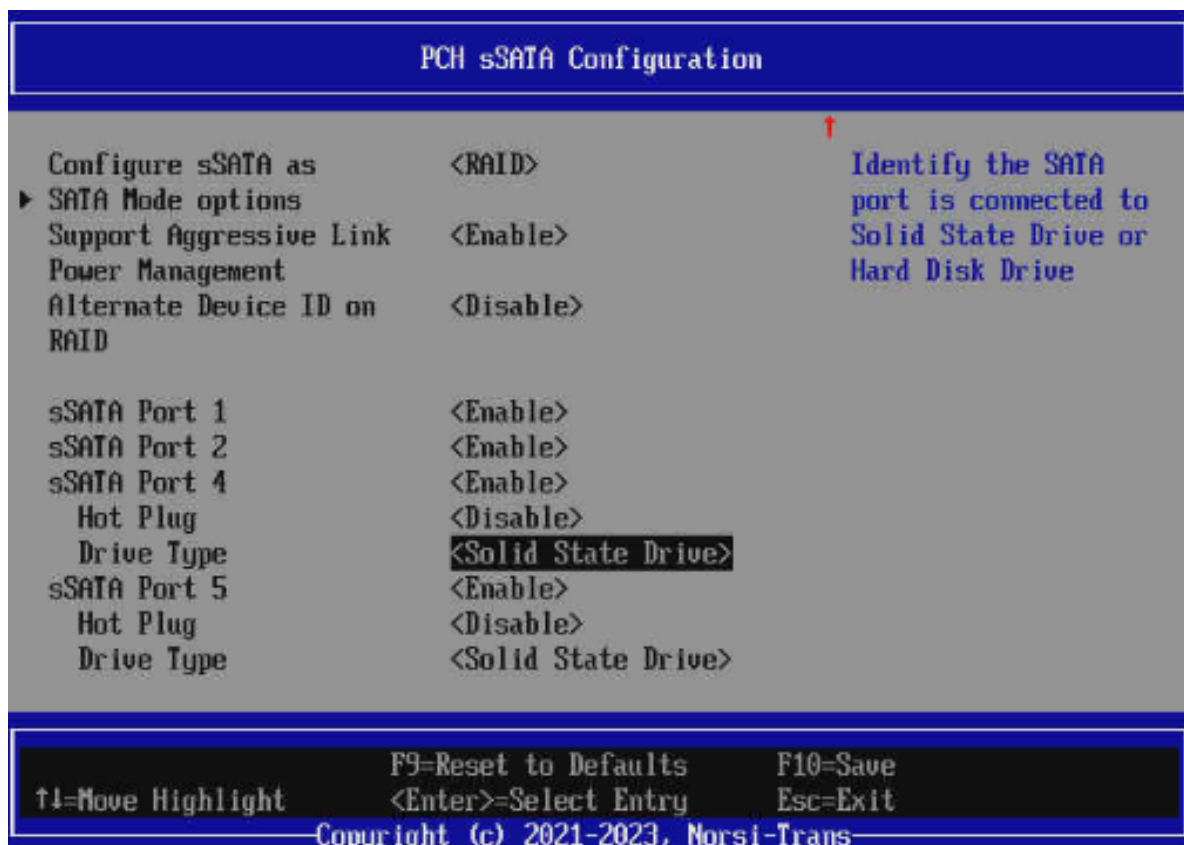

Рис. 79. Меню PCH SATA Configuration
- 3) В пункте «Drive Type» необходимо выбрать «Solid state Drive». Окно показано на рис. 79 Меню PCH SATA Configuration.